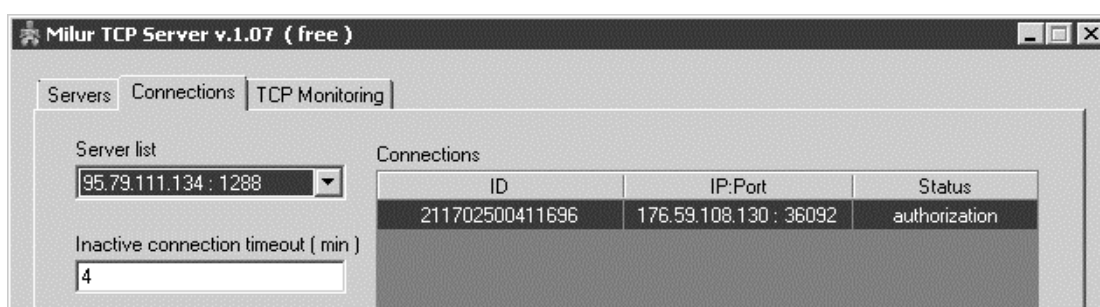

Рисунок 25
- на вкладке «Connections» в поле «Connections» на выбранном порту отобразится подключение с серийным номером GSM-модуля счетчика (рисунок 25).